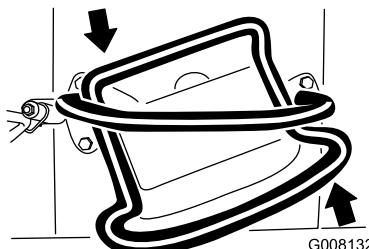

Figura 11
- Para virar para a esquerda, rode o controlo de tração no sentido contrário ao dos ponteiros do relógio (Figura 11).